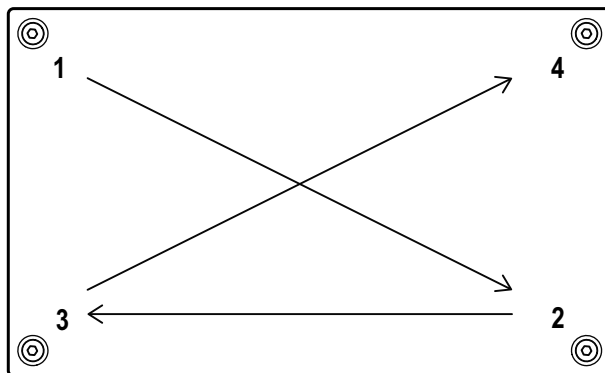

Figura 2-19. Secuencia de apriete 381
Coloque la tapa trasera sobre la carcasa e instale los cuatro tornillos con una llave hexagonal de 3 mm (N.º de ref. 216647). Utilice la secuencia de apriete en Figura 2-19 para evitar distorsionar la junta en el 381-NiMH. Apriete los tornillos a un par de 1,5 Nm (13 in-lb).